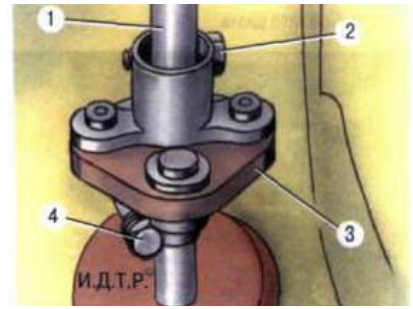

Рис. 8.5 Муфта шала рулевого колеса: 1 - вал рулевого колеса; 2 - верхний стяжной болт. 3 - муфта; 4 - нижний стяжной болт
19. Установите детали и рулевой механизм в порядке, обратном снятию. При установке рулевого механизма обратите внимание на то, чтобы рейка находилась в среднем (нейтральном) положении, размер А (рис. 8.4) между осью симметрии головок рулевых тяг и углублением посадочного места левой резиновой опоры составлял 325 мм, а положение рулевого колеса соответствовало прямолинейному движению. При этом стяжной болт 2 (рис. 8.5) клеммового соединения фланца муфты с хвостовиком вала рулевого колеса должен находиться в горизонтальном положении поверх рулевого вала.